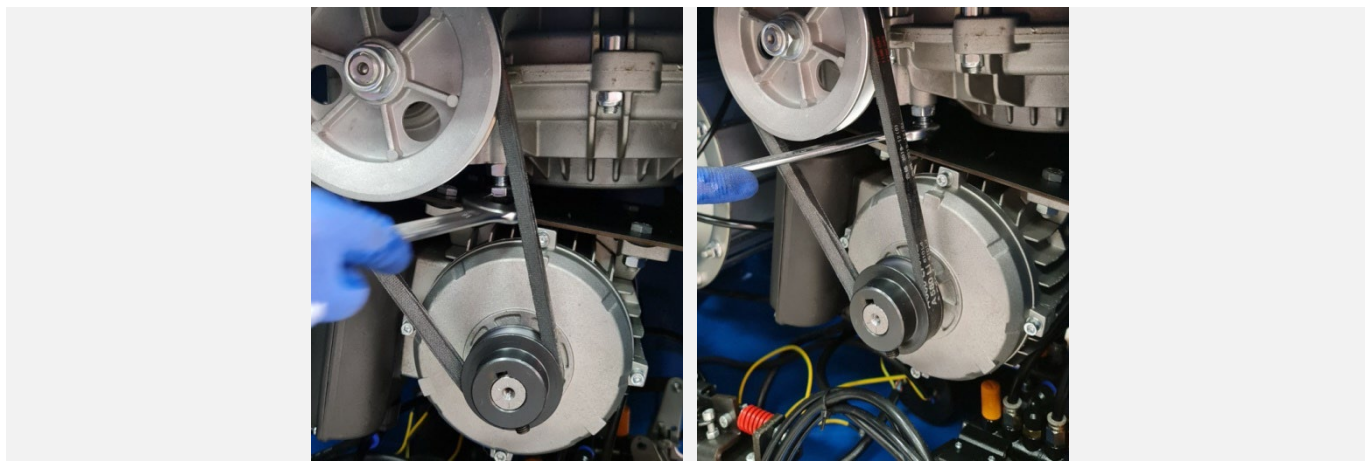

Рисунок 64
- Открутив контргайку, вращая специальный регулировочный болт отрегулировать натяжение приводного ремня (см. Рисунок 64).